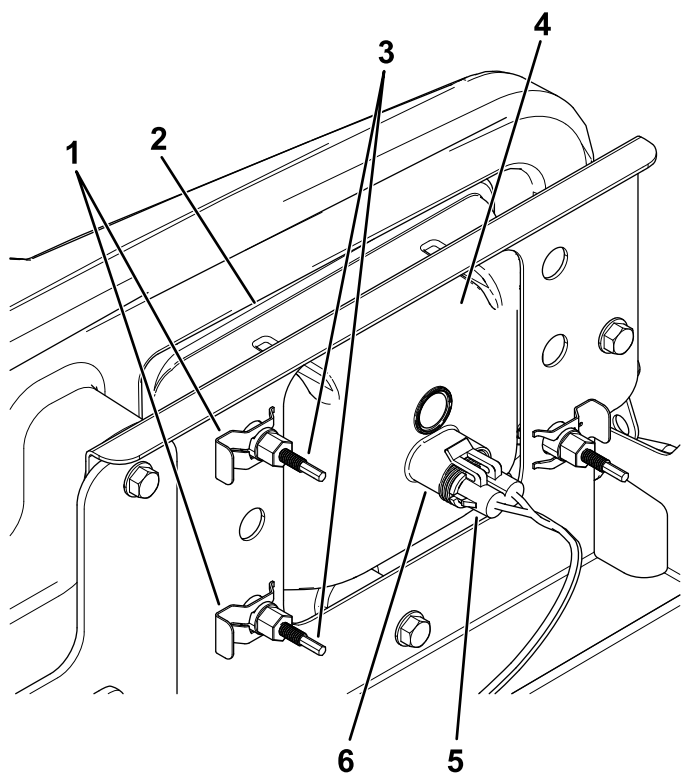

Figure 45
3. Débranchez le connecteur électrique de faisceau du connecteur du phare (Figure 45).
4. Déposez les clips rapides qui fixent le phare à son support (Figure 45).
5. Sortez le phare en le déplaçant vers l'avant à travers l'ouverture dans le pare-chocs avant (Figure 45).
6. Montez le phare neuf par l'ouverture dans le pare-chocs (Figure 45).
8. Branchez le connecteur électrique de faisceau sur le connecteur de l'ampoule (Figure 45).
5. Au dos du phare, tournez les vis de réglage (Figure 45) pour orienter le phare et aligner la position de son faisceau.